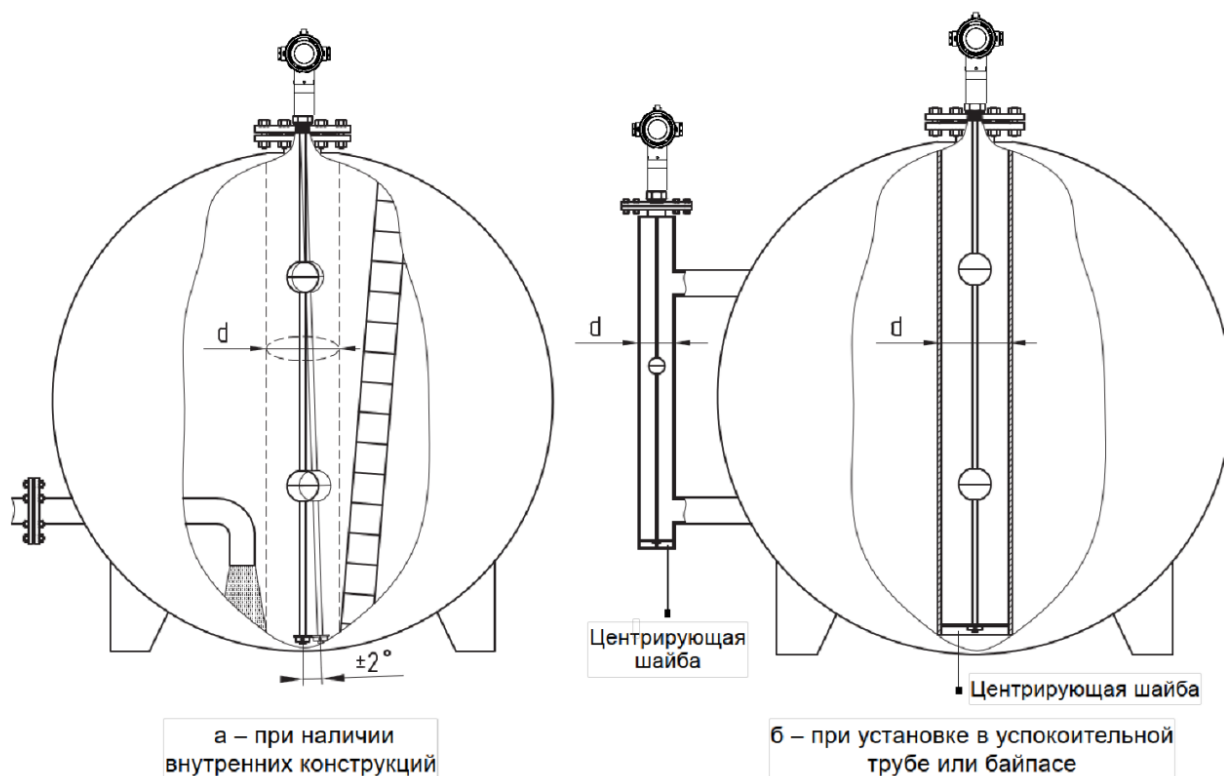

Рисунок 18 - Правильное расположение преобразователя с жестким ЧЭ в РГС
3.2.3 Монтажная область не должна пересекаться с линией подачи продукта в резервуар во избежание колебания поплавков, вызванного турбулентным потоком (рис. 18а).